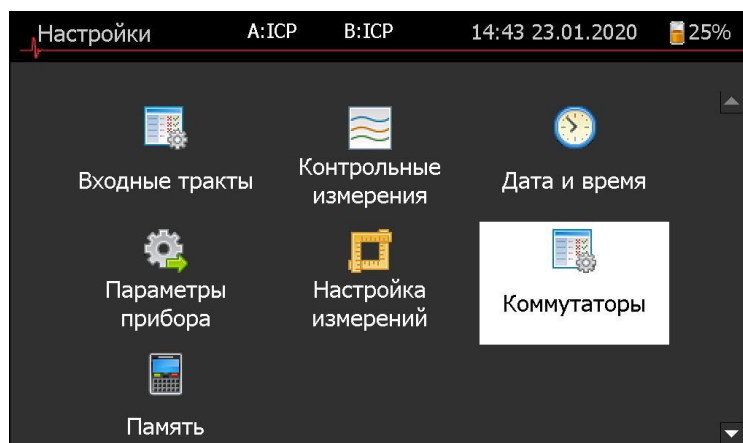
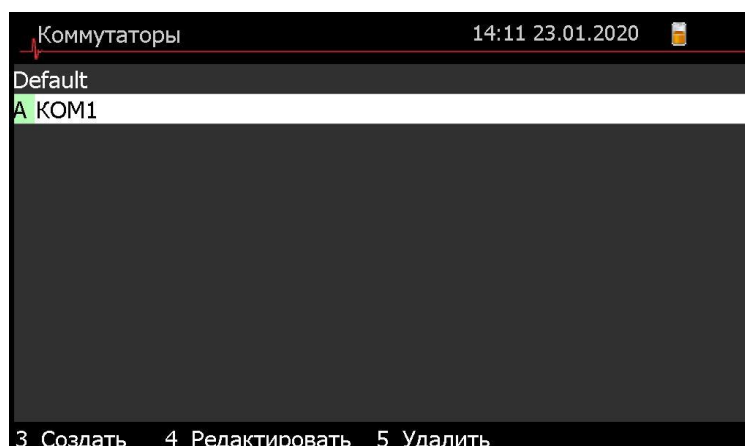
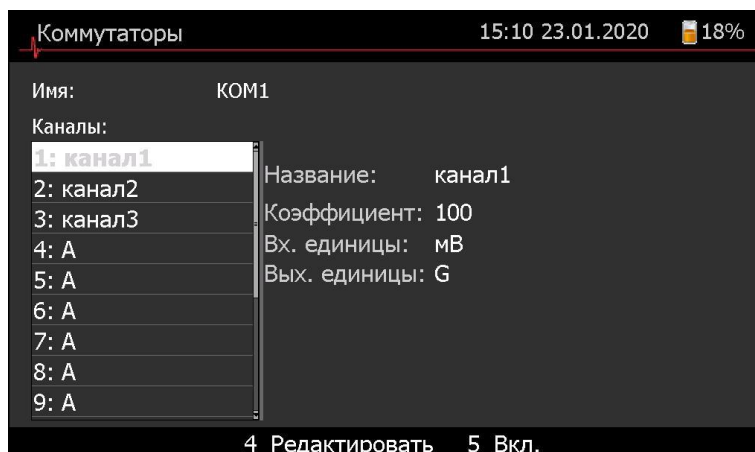

Рисунок 2.3.1 Меню настройки
Рисунок 2.3.2 Список коммутаторов
Рисунок 2.3.3 Список каналов коммутатора
Для настройки коммутатора в окне «**Настройки**» (рисунок 2.3.1) необходимо войти в меню «**Коммутаторы**».
2. В окне «**Настройки**» (рисунок 2.3.1) необходимо войти в меню «**Коммутаторы**». Откроется окно со списком коммутаторов (рисунок 2.3.2).
3. Для создания коммутатора в окне списка коммутаторов, (рисунок 2.3.2) необходимо нажать клавишу «**3 – Создать**». Для редактирования существующего коммутатора необходимо нажать клавишу «**4 – Редактировать**». Откроется окно настроек коммутатора (рисунок 2.3.3).
4. В окне настроек коммутатора (рисунок 2.3.3) курсор по умолчанию установлен на поле «**Имя**». Для редактирования названия необходимо нажать клавишу «**Ввод**». Перемещение курсора осуществляется клавишами **▼▲**.
7. Если один или несколько каналов не используются, при помощи клавиш **▼▲**, перемещаться по списку каналов, на выбранном канале нажать **«5 Выкл.»** (рисунок 2.3.3), для включения неиспользуемого канала выбрать канал и нажать **«5 Вкл.»**.
Завершение настройки входного тракта осуществляется нажатием клавиши **«Отмена»**, что приведет к формированию диалогового окна. В диалоговом окне подтвердить необходимость сохранения изменений (ответ **«Да»**, установлен по умолчанию) нажатием клавиши **«Ввод»**. Для назначения созданного или существующего коммутатора текущим при помощи клавиш **▼▲** перемещаться по списку коммутаторов, на выбранном нажать клавишу **«1»**, выбранный коммутатор подсветится буквой **«А»** на зеленом фоне (Рисунок 2.3.2).